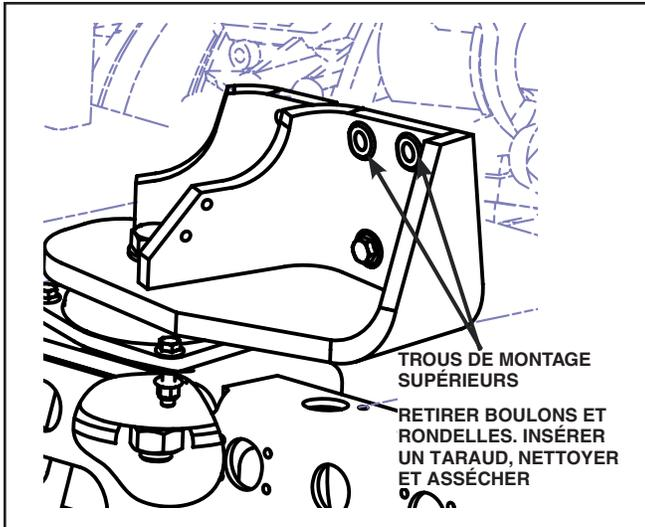

Figure 7 - Trous de montage supérieurs
4. Visser un taraud dans les trous de montage supérieurs pour nettoyer les filets. Voir Figure 7.
5. Vaporiser généreusement du nettoyant à freins dans les trous de montage supérieurs. À l'aide d'une petite brosse, bien nettoyer l'intérieur des trous pour retirer toute trace de graisse, de lubrifiant et de saleté. Voir Figure 7.
6. Souffler de l'air sec comprimé (sans trace d'huile ou d'eau) pour nettoyer l'excédent de nettoyant et les impuretés. Voir Figure 7.